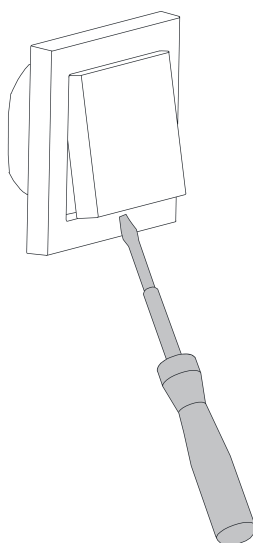

Bild 4: Abdeckung demontieren
- Schraubendreher in Aussparung an der Unterseite einsetzen (Bild 4) und Abdeckung (4) vorsichtig abhebeln.
- i** Abdeckung (4) und Design-Rahmen (2) nicht beschädigen.
- Schraube (6) lösen.
- Elektronik-Aufsatz (3) vom Einsatz abziehen.